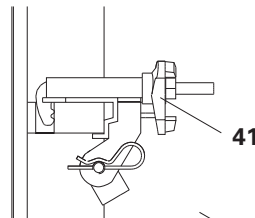
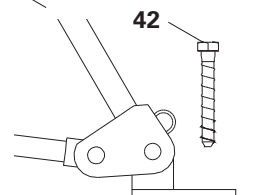

Fig. A7.03a
Fig. A7.03b
- (Fig. A7.03a)
2. Fixer la platine de pied, par ex. avec PERI 14/20 x 130 (42).
- (Fig. A7.03b)